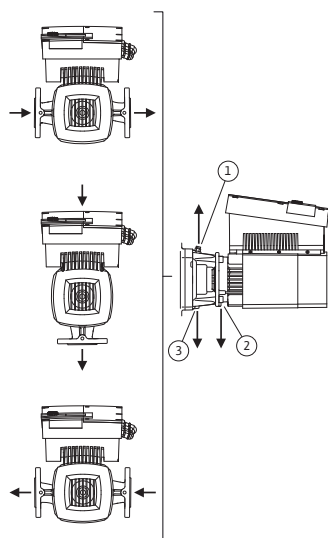

Fig. 23: Tillåtna monteringslägen med horisontell motoraxel
De tillåtna monteringslägena med horisontell motoraxel och elektronikmodul uppåt (0°) visas i Fig. 23. De tillåtna monteringslägena med sidmonterad elektronikmodul ($\pm 90^\circ$) syns inte på bild. Alla monteringslägena utom "elektronikmodul nedåt" (-180°) är tillåtna. Avluftning av pumpen garanteras endast om avluftningsventilen pekar uppåt (Fig. 23, pos. 1).
Endast i denna position (0°) kan det kondensat som bildas föras bort via befintliga håll, pumplanternan (Fig. 23, pos. 3) samt motorn (Fig. 23, pos. 2). Detta gör du genom att ta bort proppen på motorflänsen (Fig. 7, pos. 7a).
- På horisontella motoraxlar måste kondensathålen peka nedåt (Fig. 23, pos. 2). Vrid motorn vid behov tills detta uppnås.